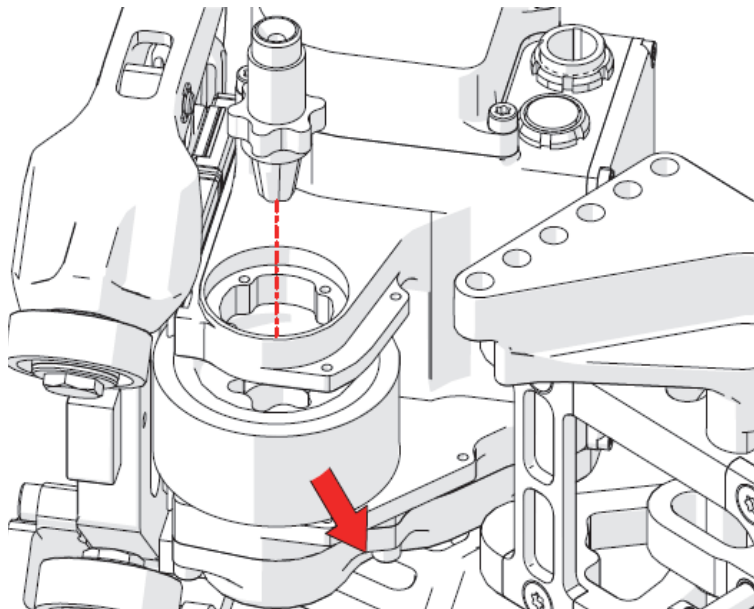

Figura 2-22 Extracción del eje y de la rueda
- Retire el eje de la rueda de conducción que atraviesa el brazo axial (ver Figura 2-22 en la página 103).
25. Retire la rueda de conducción desgastada (ver Figura 2-22 en la página 103).